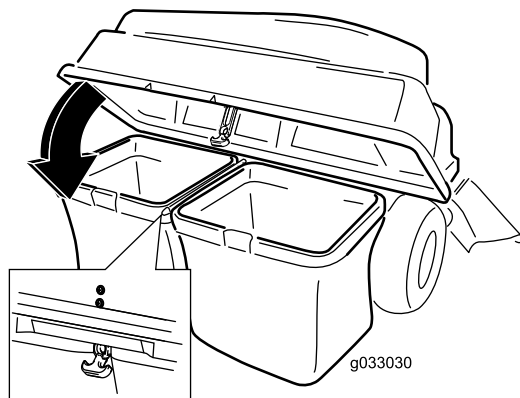

Figure 18
5. Abaissez le couvercle du système de ramassage sur les bacs (Figure 18).
6. Fixez le couvercle avec le verrou (Figure 18).